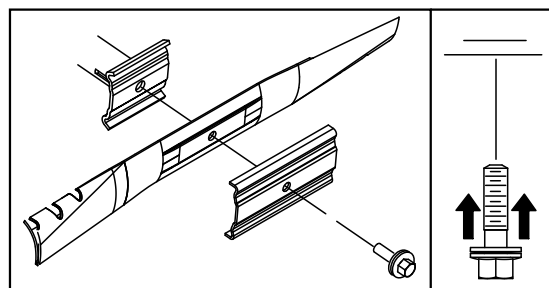

Figure 31
- Montez la lame neuve (tournez le boulon dans le sens horaire) ainsi que toutes les fixations (Figure 31).